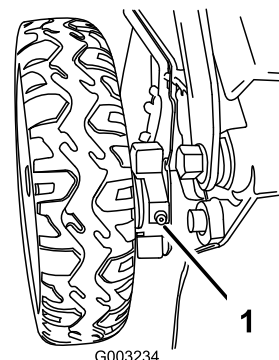

Figura 40
1. Con un cencio pulito tergete i raccordi d'ingrassaggio, situati appena all'interno delle ruote posteriori (Figura 40).